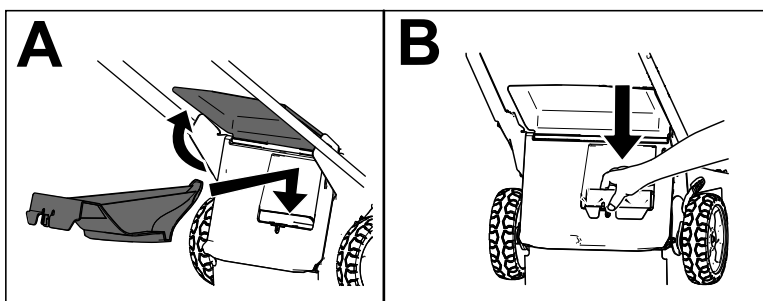

Figura 17
**Importante:** Asegúrese de que el tapón trasero está bloqueado en su lugar. Para bloquear el tapón, levante el deflector trasero (Figura 17, A), introduzca el tapón y presione firmemente hasta que encaje en su lugar (Figura 17, B).